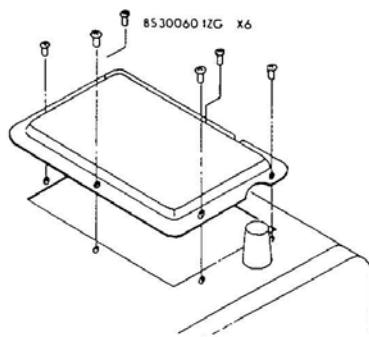

Fig. 1
- 1°- Remueva la tapa pequeña localizada en la parte superior del "Transceiver", como lo muestra la Fig. 1.